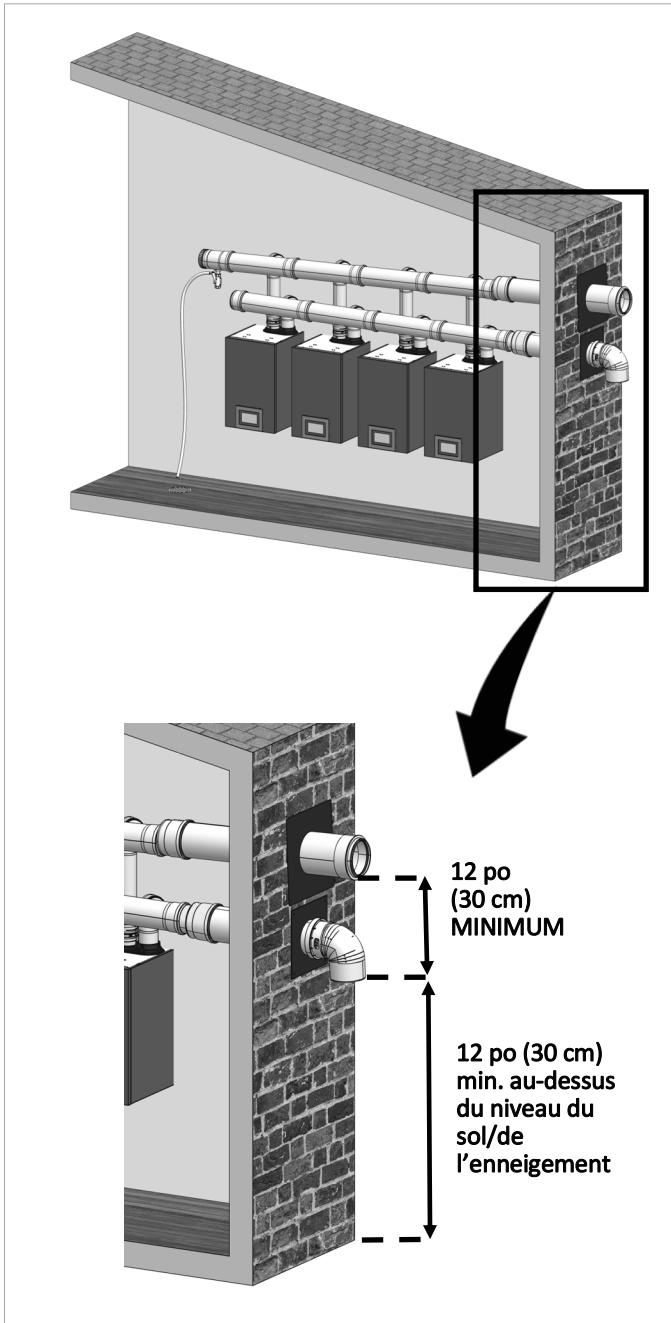

Figure 18 Dégagements des terminaisons d'évacuation et de prise d'air de combustion
- 12 po (30 cm) minimum dans le sens vertical entre le bas de la terminaison d'air de combustion et le sol ou la hauteur d'enneigement prévue (figures 18 et 19).
- 12 po (30 cm) minimum depuis le bord de la terminaison d'évacuation et le bord de la terminaison d'air de combustion (figures 18 et 19).